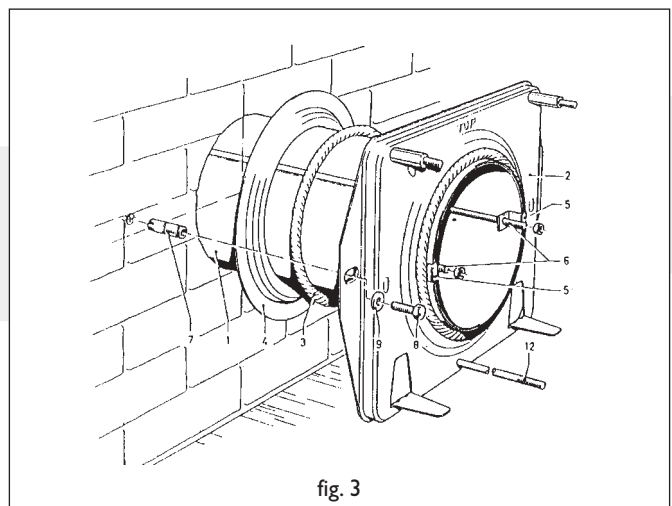

fig. 3
**Installazione del condotto standard attraverso il muro (fig. 3)**
**Installazione del condotto attraverso il muro esterno con tubo telescopico d'immissione (fig. 3)**
### Fissaggio della piastra di montaggio (fig. 3)
- Sostituire anche il tassello ad espansione (8) (fig. 3) con, ad esempio, una vite a legno.
- Dalla parte della stanza posizionare la piastra d'irraggiamento (14) tra la piastra di montaggio (2) e il muro.